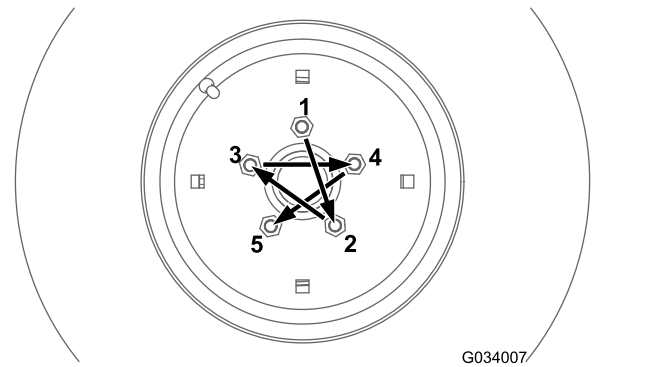
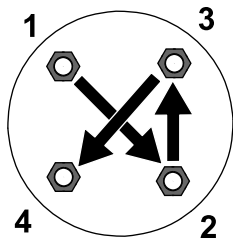

Figura 67
Figura 68
Apriete las tuercas de las ruedas delanteras y traseras (máquinas con tracción a 4 ruedas solamente) al par especificado usando el patrón ilustrado en la Figura 67 y la Figura 68.
- Ruedas delanteras: consulte Figura 67
- Ruedas traseras (máquinas con tracción a 4 ruedas solamente): consulte Figura 68